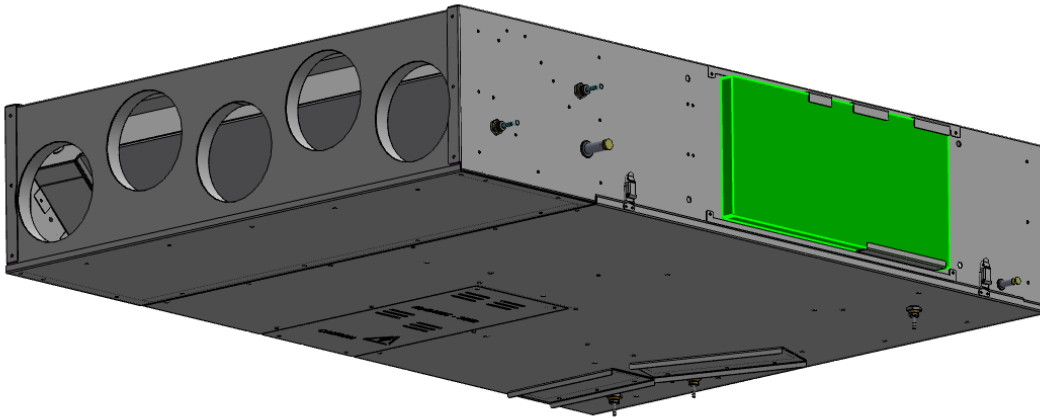
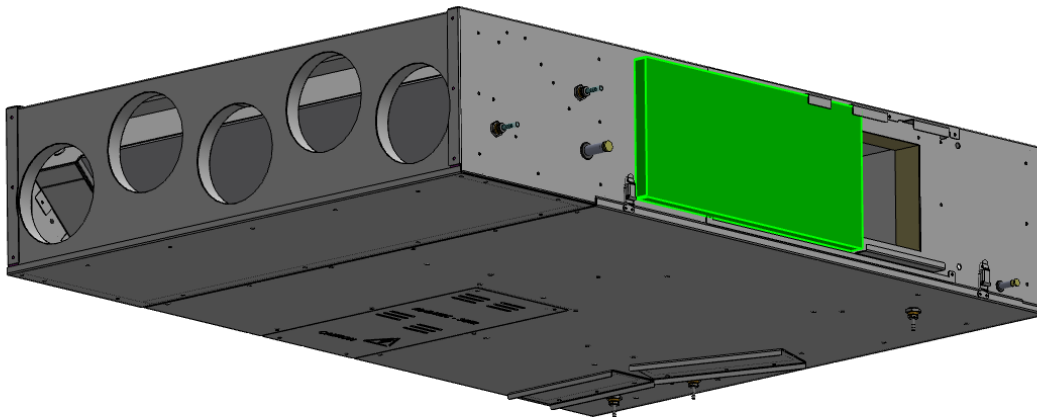

Fig.3
Fig.4
- 3) Traslare il filtro evidenziato come rappresentato in Fig.3 e Fig.4